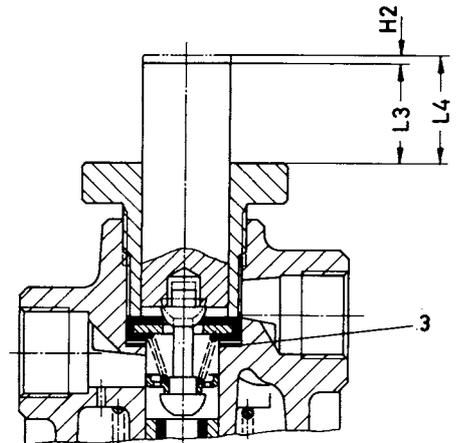

Abb. 5
b) Meßbuchse So.-Wzg. 020 mit Meßdorn, So.-Wzg. 023 ins Drucksicherungsrelais eindrehen und mit der Tiefenlehre das Maß L3 messen (siehe Abb. 5).
c) Über das Drehschieberventil den Geräteanschluß "ZB" mit vollem Prüfdruck belüften, dann das Maß L4 messen (siehe Abb. 5). Anschluß "ZB" über das Drehschieberventil entlüften.
d) Das sich aus  $L4 - L3$  ergebende Maß darf den Ventilhub  $H2 = 2,0$  bis  $2,5$  mm nicht über- oder unterschreiten. Die genaue Einstellung des Hubes  $H2$  erfolgt durch Dichtringe 897 040 100 4 (siehe Abb. 5).
e) So.-Wzg. 020 und 023 aus dem Gehäuse drehen, dann Verschlusskappe (5) mit Dichtring (6) und Druckfeder (4) eindrehen und festziehen.